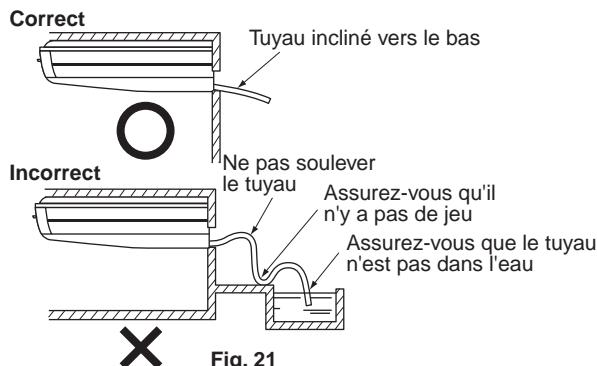

Fig. 21
(1) Installez les tuyaux d'écoulement.
- Assurez-vous que les conduites soient courtes, qu'elles aient une inclinaison d'au moins 1/100, et qu'elles soient à même d'éviter la formation de poches d'air. (**Reportez-vous à la Fig 21**)